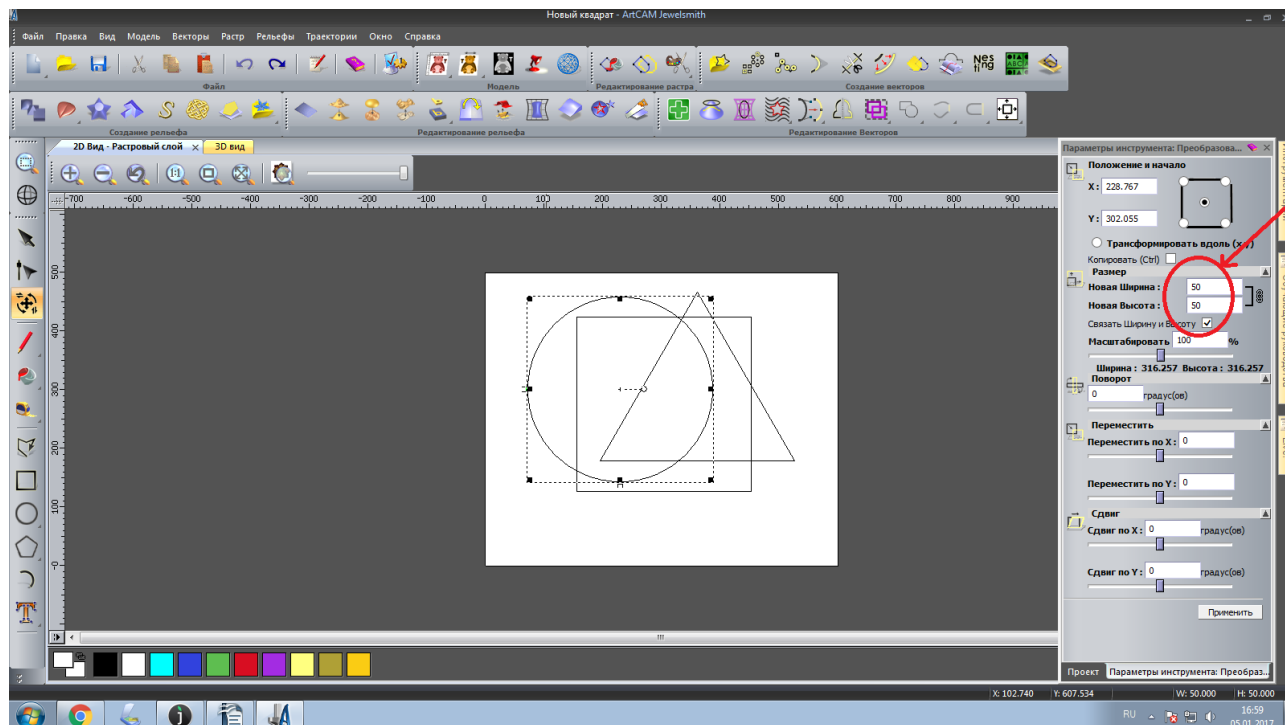

Рисунок 15. Изменение диаметра круга
16. На панели «Параметры инструмента» укажите ширину 50мм в строке «Новая ширина» и высоту 50мм в строке «Новая высота», рисунок 15